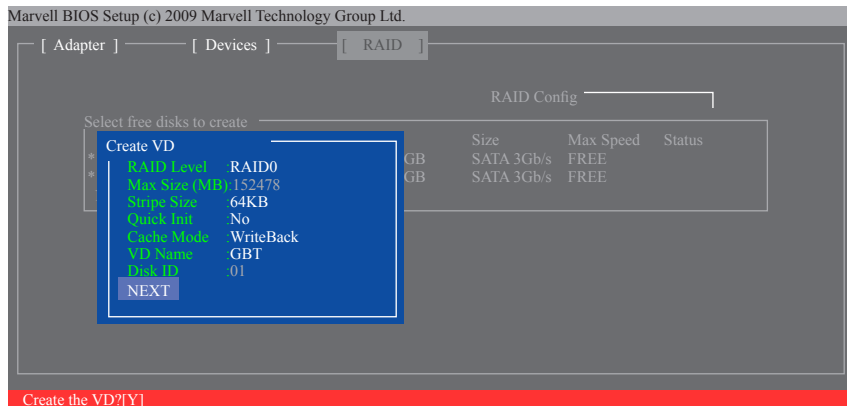

図 7
6. **NEXT**: 上の設定を完了した後、**NEXT** に移動して<Enter>を押してアレイの作成を開始します。確認を求められたら、<Y>を押して確認するか <N>を押してキャンセルします (図 7)。